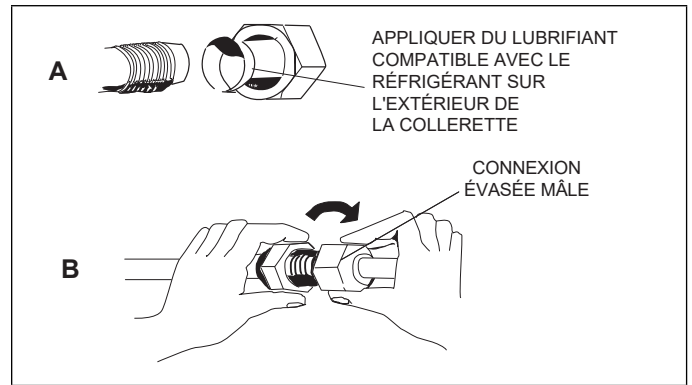

Figure 30. Réalisation des connexions mâles-femelles
- Aligner les conduites de réfrigérant évasées sur les connexions filetées. Commencer par serrer légèrement les écrous évasés pour assurer qu'ils s'engagent correctement comme illustré à la «Figure 30. Réalisation des connexions mâles-femelles».